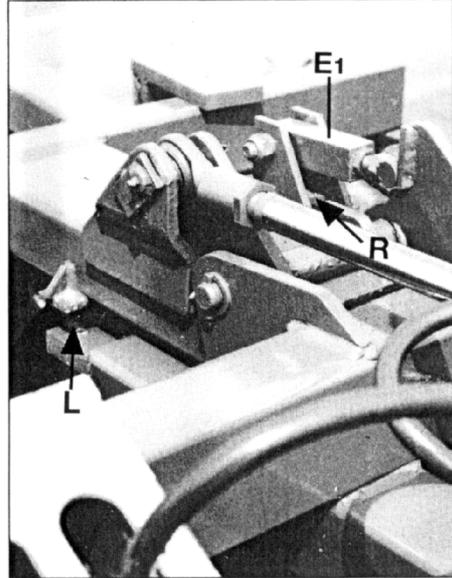

Fig 8
Stützschrauben (L) und Verriegelungselemente (E1) evtl. passend nachstellen; ebenfalls die Anschlagschrauben (R, Fig. 8) zum Senkrechtstellen der eingeklappten Scheibensätze.